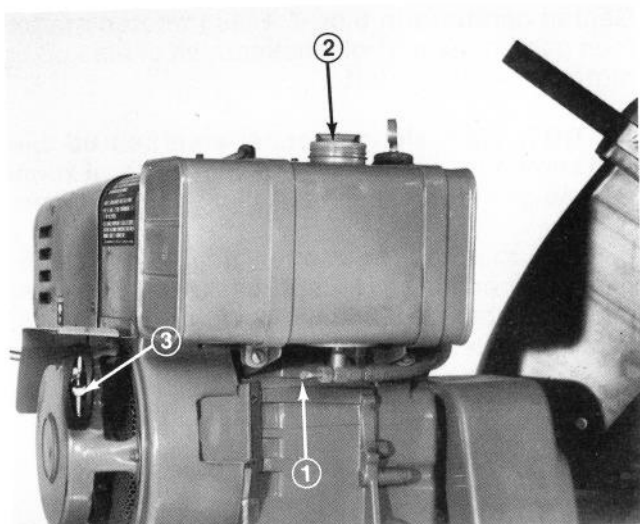

Fig. 23
Benzinhane (Fig. 23). Luk hanen for at stoppe benzintilførslen, og åben for at lade benzin flyde til karburatoren.
Snorstart (Fig. 23). Ved start, træk i start-håndtaget.
3. Åben benzinhanen (Fig. 23).
6. Grib om snorstarterens håndtag (Fig. 23) og træk det langsomt ud indtil De mærker det "tage fat"; træk derpå kraftigt i håndtaget for at starte motoren. Drypper der benzin ud af karburatoren, mens De starter motoren, skyldes det, at benzintilførslen er for rigelig. Dette ændres ved at trække chokeren helt op og trække i starthåndtaget adskillige gange for derved at rense karburator og cylinder for overflødig benzin.